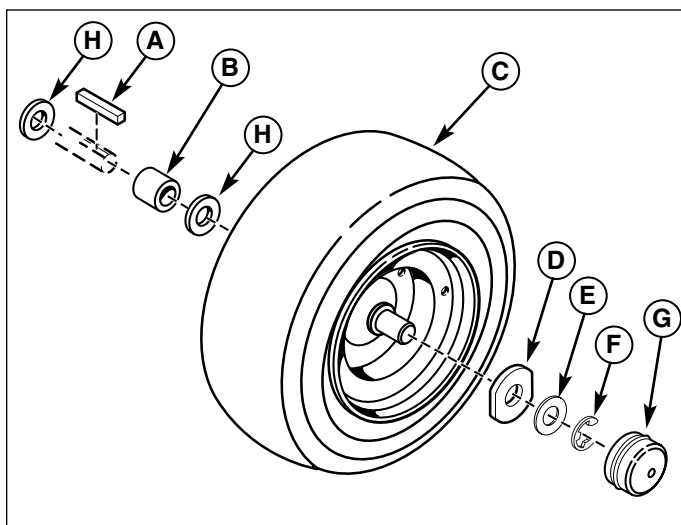

Figura 17. Bulloneria degli assali posteriori
5. Reinstallare i componenti nell'ordine inverso a quello di smontaggio ed abbassare l'unità. Accertarsi che la chiave (A, Figura 17) sia nella posizione giusta nella sede dell'assale.